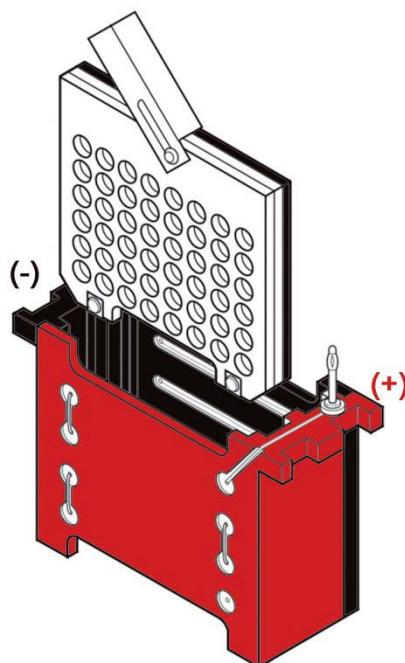

图3. 转移三明治夹套插入转移电泳芯组件中。
- 6) 转移三明治的黑色面对着转移电泳芯组件的黑色面，将转移三明治夹套插入转移电泳芯组件中(图3)，如果有两块凝胶，重复上述步骤制备另一个转移三明治。